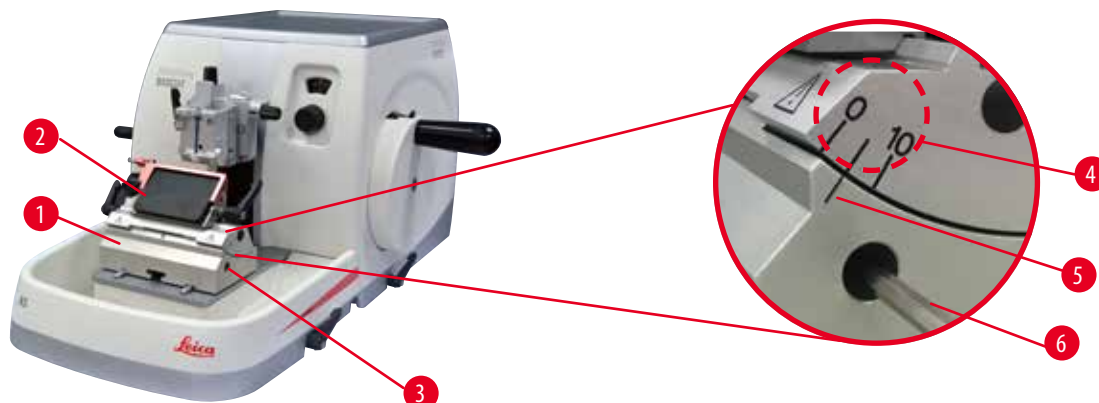

Рис. 20
2. Сдвиньте универсальный держатель лезвия E, так чтобы индексная отметка для требуемого угла наклона ножа совпала с опорной линией на основании держателя лезвия. На увеличенном фрагменте изображения (→ "Рис. 20") показана настройка угла наклона ножа 5° .